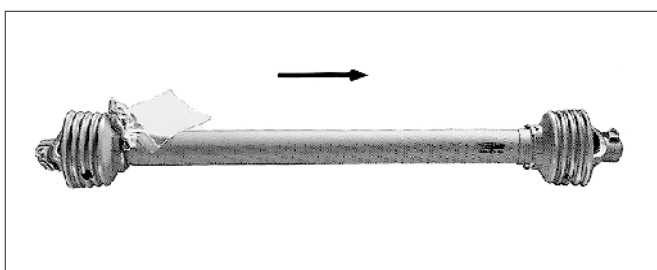

Рис. 4.13
2. **Карданные валы марки W 2300-SD15-1010 (рис. 4.13),** для ZG-B 5001.